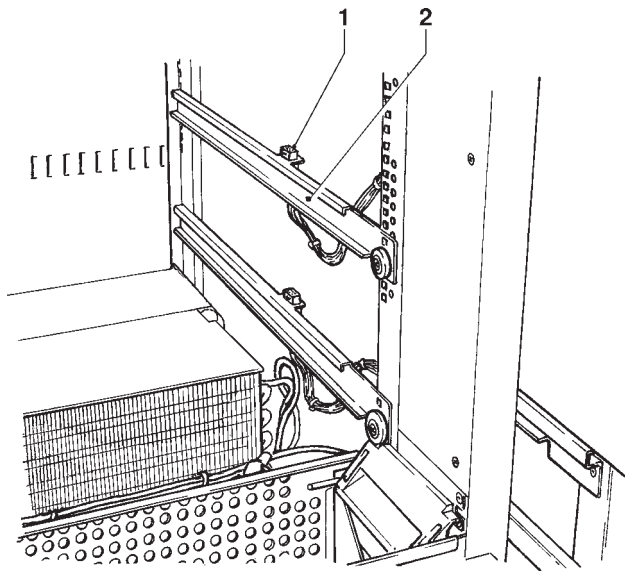

Fig. 22
- Desplazar las guías (ver la Fig. 22) colocadas sobre los soportes laterales exceptuando las primeras de abajo que quedan en la misma posición.